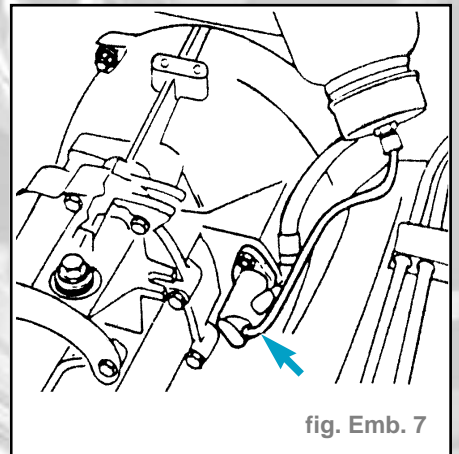

fig. Emb. 7
- Ouvrir la vis de purge du cylindre récepteur d'embrayage jusqu'à ce que plus aucune bulle d'air ne s'échappe (fig. Emb. 7).